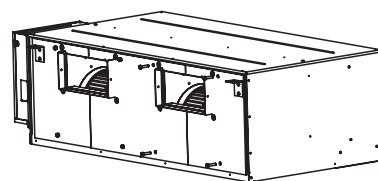

Рисунок 10.10
- 4) После этого один работник поддерживает узел снизу, а второй заворачивает винты M8, чтобы закрепить узел на передней панели. (Рисунок 10.10)